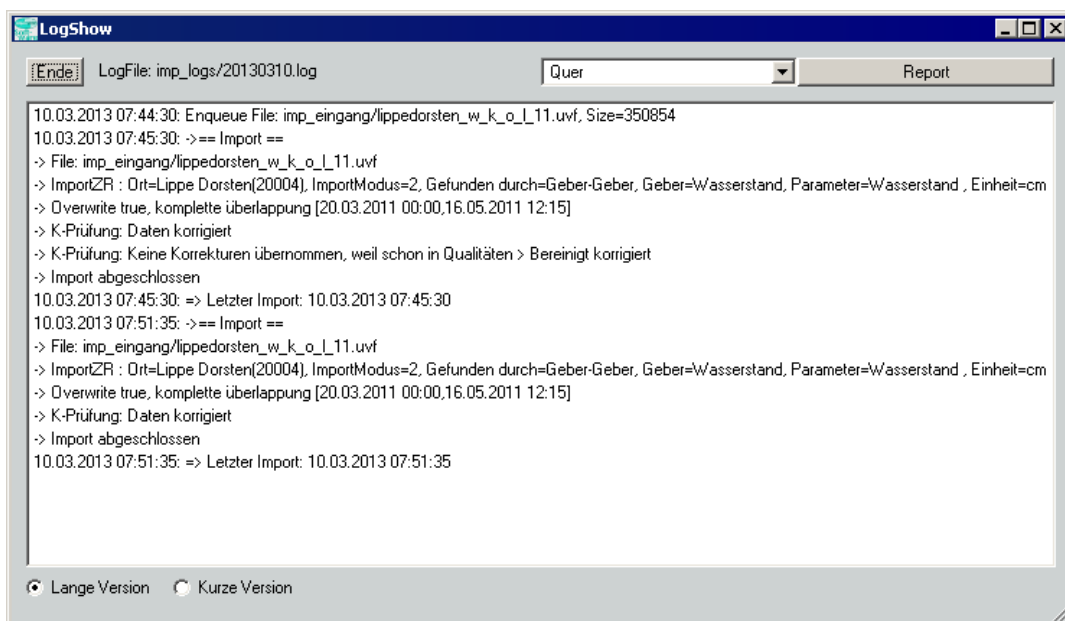

Abbildung 4: Dialog zum Anzeigen der Log-Dateien
- Alle Aktionen der K-Prüfung werden im Importprotokoll (\leftrightarrow Abb. 2 und Abb. 4) aufgeführt:
Mit Drücken dieses Knopfes öffnen Sie die ausgewählte Log-Datei in einem eigenen Dialog (↔ Abb. 4). In diesem Dialog ist eine Umschaltung von Lang- und Kurzansicht möglich. In der Kurzansicht werden dabei nur definierte Zeilen angezeigt. Im Moment sind dies nur alle Zeilen, die '*ERROR*' enthalten.